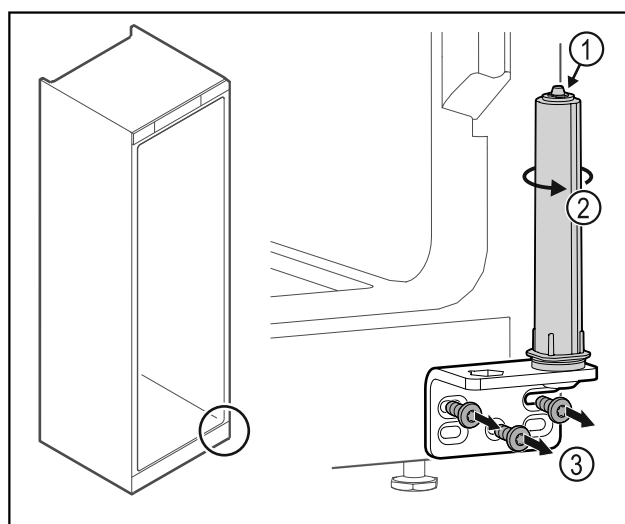

Fig. 32
- Ne pas désassembler le système de fermeture de la porte Fig. 32 (1).
- Tourner le système de fermeture Fig. 32 (2) jusqu'à entendre un clic.
- Dévisser l'équerre de la charnière Fig. 32 (3).